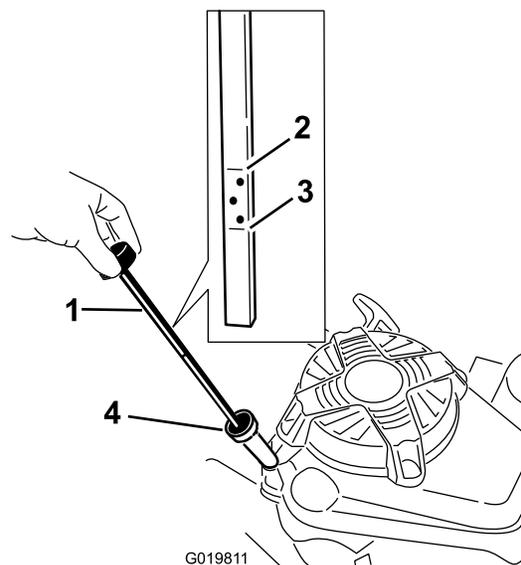

Figura 7
6. Leia o nível de óleo na vareta (Figura 7).
3. Se o cárter estiver vazio, verta óleo pelo tubo de enchimento até cerca de 3/4 da capacidade do cárter (Figura 7).